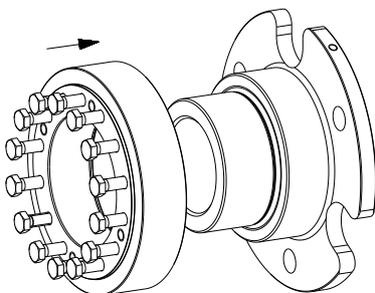
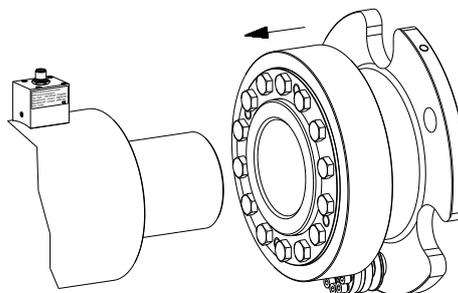

Bild 16: Aufschieben des Spannsatzes auf die Flanschnabe
Bild 17: Aufschieben auf die Welle der DATAFLEX®
- Setzen Sie anschließend die Spannsätze KTR 620 auf die Flanschnaben (Bauteil 5) (siehe Bild 16 und Bild 17).